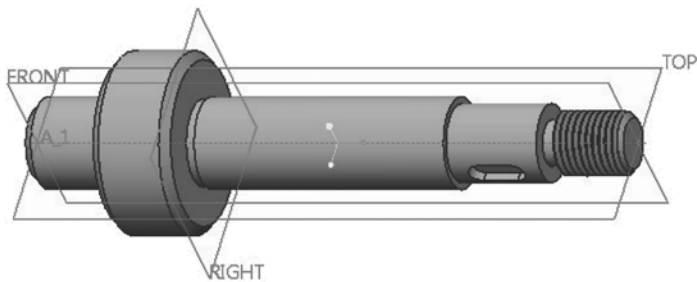

图 13-20 完成外螺纹
- 9 在“螺旋扫描”选项卡中单击“确定”按钮 。完成创建的外螺纹效果如图 13-20 所示。